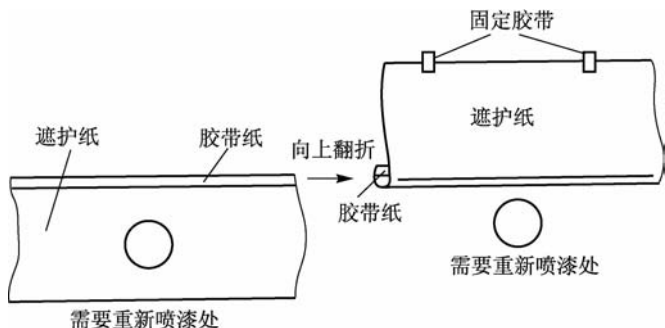

图 8-72 反向遮护
(6)反向遮护法。反向遮护法是指遮护纸先通过胶带纸固定,遮蔽住重喷区,然后将遮护纸向另一侧翻起,将重喷区的表面露出,遮护纸的另一边用固定胶带固定的遮护方法,如图 8-72 所示。